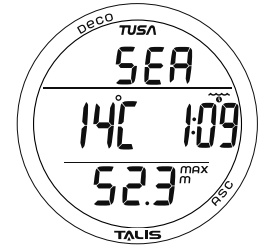

Abb. 53 - STATISTIK 2
**Statistik 2**, Informationen beinhalten (Abb. 53):